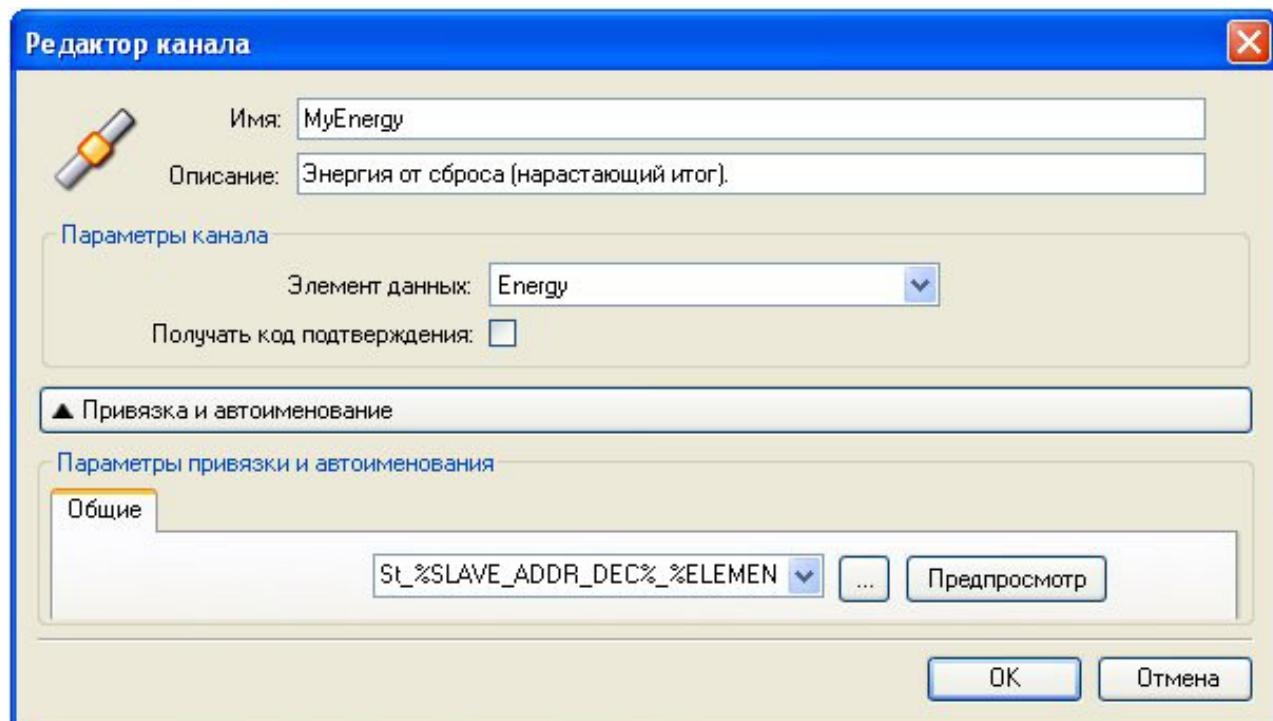

Рисунок 3.50 – Модуль SET4TM (PSH4TM). Создание канала
- 4 В окне "Редактор канала" (рисунок 3.50) в поле **Имя**: задать имя канала, в поле **Описание**: текстовое описание канала.